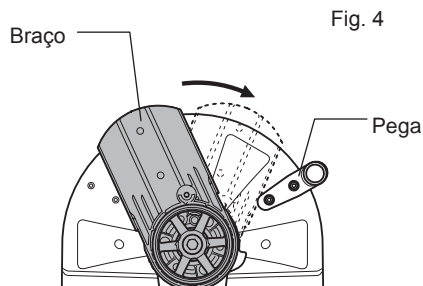

Fig. 4
- (5) Rode o braço até que entre em contacto com a pega e coloque o veio de bloqueio na posição original manualmente. (Fig. 4)